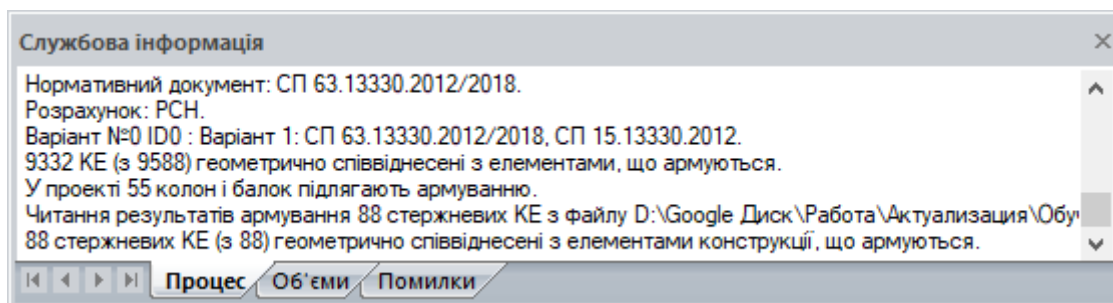

Рис. 23.43. Вікно Службова інформація
- Під час імпорту результатів розрахунку армування у вікні **Службова інформація** у вкладці **Процес** (рис. 23.43) відображаються наступні дані: